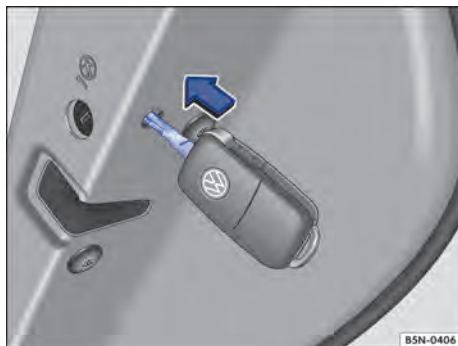

Fig. 216 Travamento de emergência do veículo com a chave do veículo.
- Inserir a haste da chave na fenda vertical na direção da seta e girar para fora do veículo ⇒ Fig. 216.